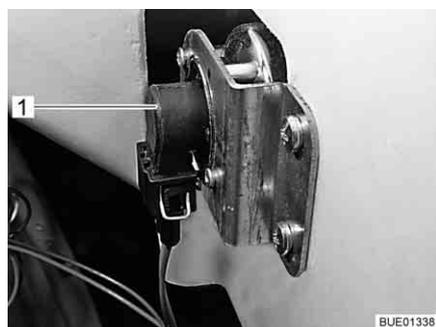

Fig. 257 Intermitentes
- Meter la mano detrás del portalámparas (Fig. 257,1).